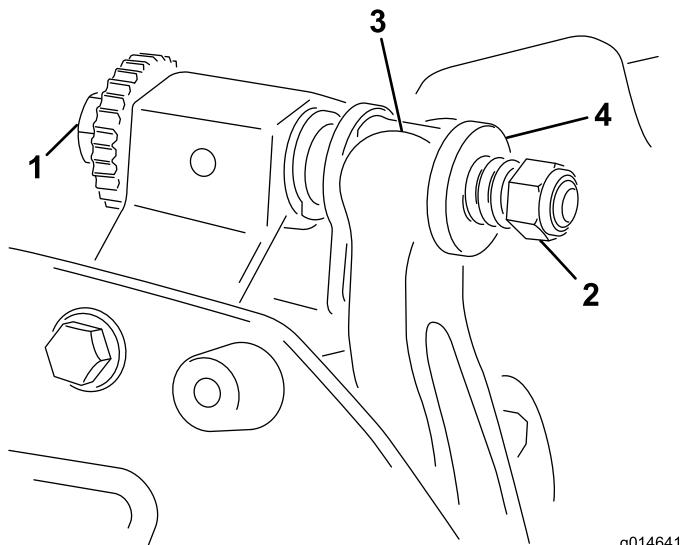

Figura 13
- Rode o parafuso de ajuste da barra de apoio no sentido contrário ao dos ponteiros do relógio, para afastar a lâmina de corte do cilindro (Figura 13).
- Faça recuar a porca da mola tensora até que a anilha deixe de estar sob tensão contra a barra de apoio (Figura 13).